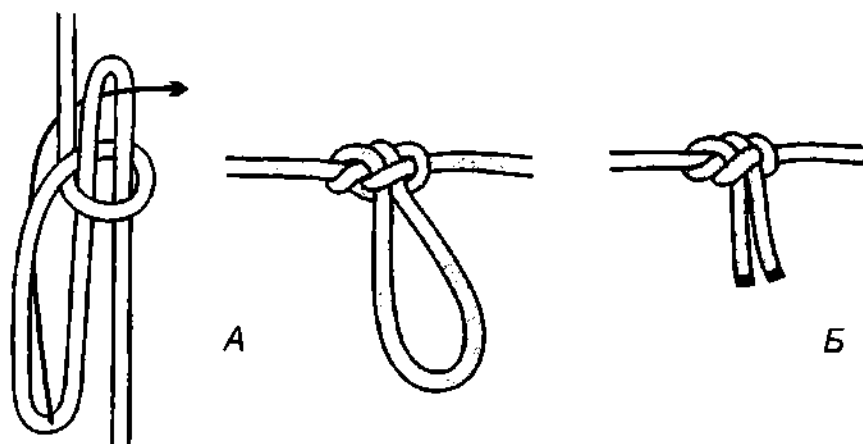

Рис. 244. А – крепёжная петля; Б – крепёжный узел.
*Крепёжная петля* легко вяжется и без труда развязывается после использования (рис. 244). Петля надёжная и крепкая, не ползёт, сильно не затягивается и мало ослабляет волокна верёвки.